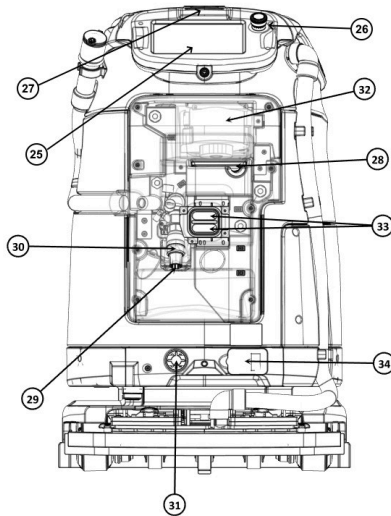

Figura 4
- 25. Pantalla táctil (Figura 4)
- 26. Parada de emergencia (Figura 4)
- 27. Cámara RGB superior (Figura 4)
- 28. Entrada de agua limpia (Figura 4)
- 29. Salida de agua sucia (Figura 4)
- 30. Válvula de bola (Figura 4)
- 31. Válvula de agua limpia (Figura 4)
- 32. Motor de aspiración (Figura 4)
- 33. Contactos de carga (Figura 4)
- 34. Tapa del puerto (Figura 4)